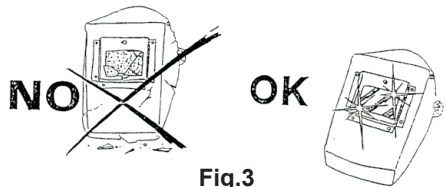

Fig.3
• Es necesario mantener siempre limpio el filtro de color (vidrio inactínico); si está roto o deteriorado (Fig.3) debe sustituirse por otro con el mismo grado de opacidad. El filtro de color debe protegerse contra golpes y proyecciones de soldadura mediante un cristal transparente, colocado en la parte delantera de la pantalla; este último debe sustituirse cuando la visibilidad durante la soldadura disminuye.